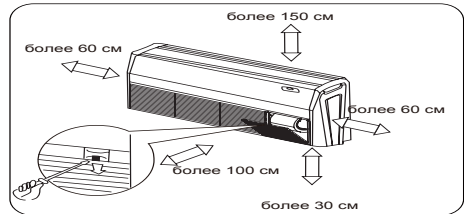

Рис.2
- (1) Место, в котором холодный воздух сможет распределяться по всей комнате.
- (2) Место, в котором можно легко слить конденсат.
- (3) Место, которое выдержит вес блока.
- (4) К фанкойлу должен быть обеспечен доступ для обслуживания и ремонта.
- (5) Место, в котором можно легко подключить водоохлаждающую трубку.
- (6) Место, в котором расстояние до электрических приборов, таких как телевизор и аудио-устройства будет не меньше 1 м.
- (7) Не устанавливайте фанкойл рядом с источником тепла, влаги или или горючего газа.
- (8) Убедитесь, что установка соответствует монтажной схеме.
- (9) Вокруг устройства должно оставаться достаточно места для вентиляции (Рис.2).
- (10) Место для установки должно иметь расстояние до пола от 2.3 м.